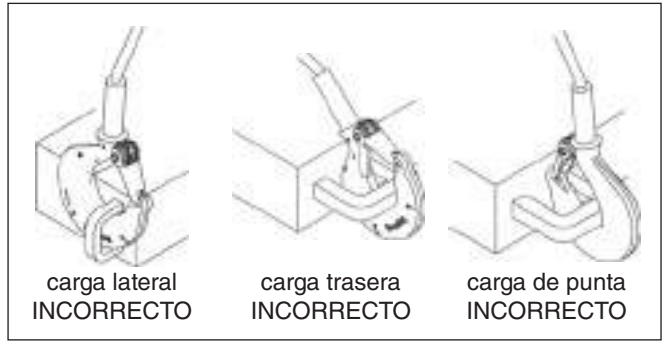

Figura 2
- Nunca cargue de lado, hacia atrás, ó con la punta. (Ver figura 2.)